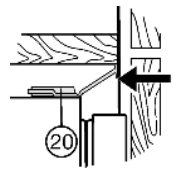

Fig. 16
- Si nécessaire, ajuster le cache de compensation Fig. 16 (20) en le repoussant parallèlement au dessus du meuble. Il ne peut pas dépasser.